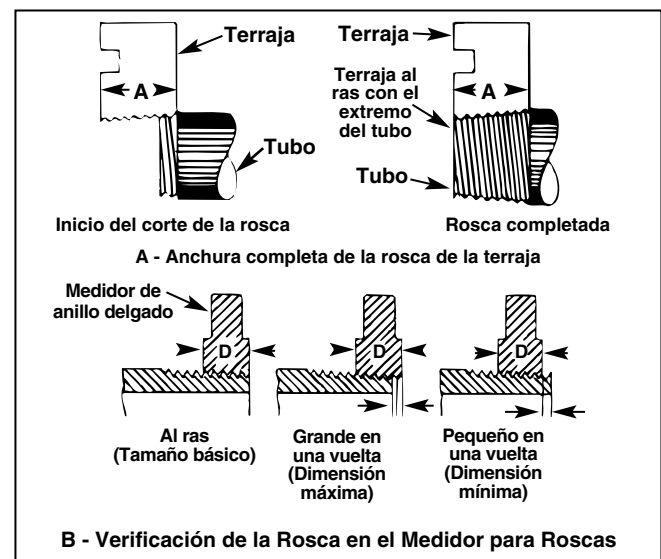

Figura 14 – Verificación de la longitud de la rosca
13. Verifique la longitud y profundidad de la rosca (Figura 14).